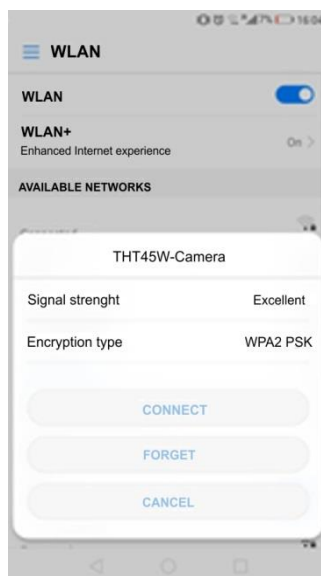

Abb. 40: Beispiel einer WiFi-Verbindung des Gerätes
2. Schalten Sie das mobile Gerät ein und suchen Sie das Gerät "THT45W-Camera" in den WiFi-Verbindungseinstellungen (siehe Beispiel in Abb. 40)